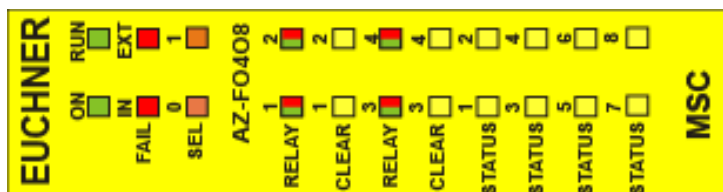

Bild 37:
8.4.10. Modul AZ-F0408 (Bild 37)